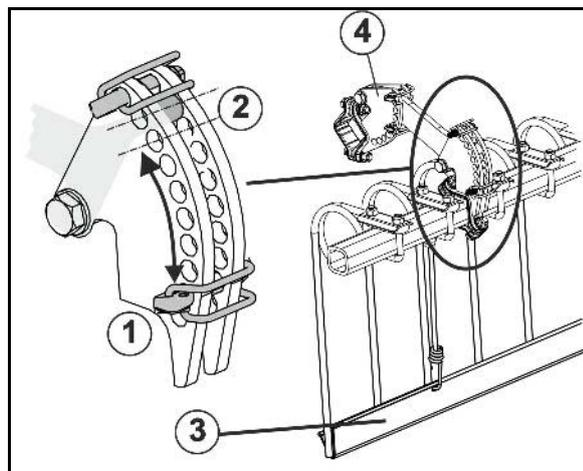

Fig. 35
- L'emplacement idéal est indiqué par une flèche (Fig. 35/3).